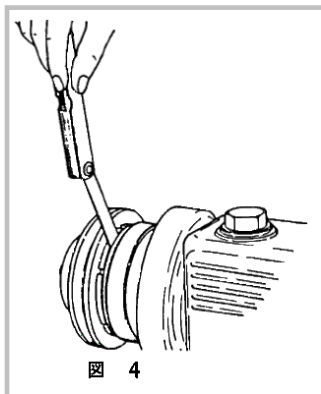

図 4
- 1) まずはじめに、クラッチおよびブレーキの「空隙」を測定しておきます。この測定値は調整時に必要ですので記録しておいてください。(図4)